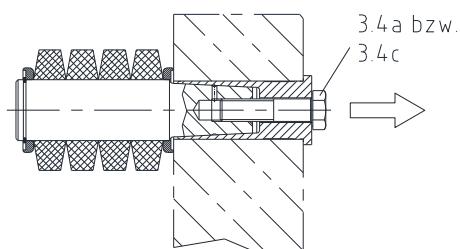

Figure 17 : Démontage de la vis à tête hexagonale
- Démonter la vis (fig. 17 ; composant 3.4a ou 3.4c). Ensuite, nettoyer le trou fileté et le filetage de la vis.